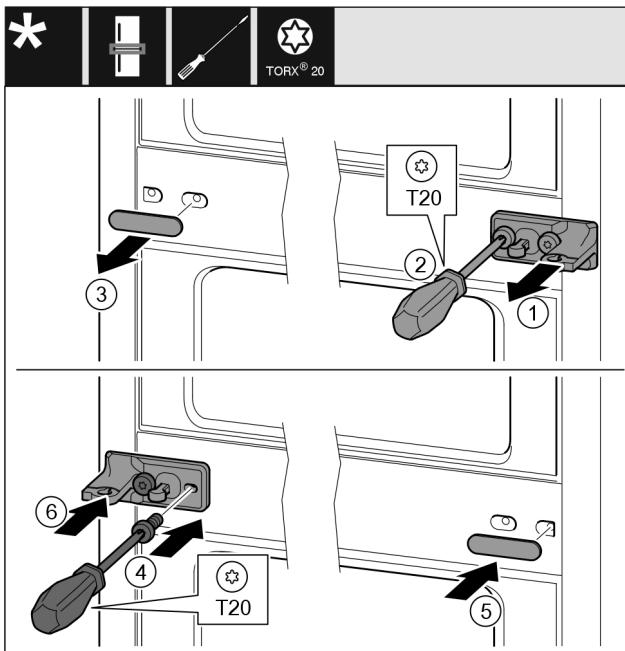

Fig. 10
- Αφαιρέστε τη ροδέλα. Fig. 10 (1)
- Ξεβιδώστε τις βίδες με κατσαβίδι T20. Fig. 10 (2)
- Τραβήξτε προσεκτικά έξω το κάλυμμα. Fig. 10 (3)
- Βιδώστε το στήριγμα με τη μεμβράνη περιστρέφοντάς το 180° στην άλλη πλευρά. Fig. 10 (4)
- Εφαρμόστε το κάλυμμα περιστρέφοντας το κατά 180° στην άλλη πλευρά. Fig. 10 (5)
- Περάστε τη ροδέλα από μπροστά. Fig. 10 (6)